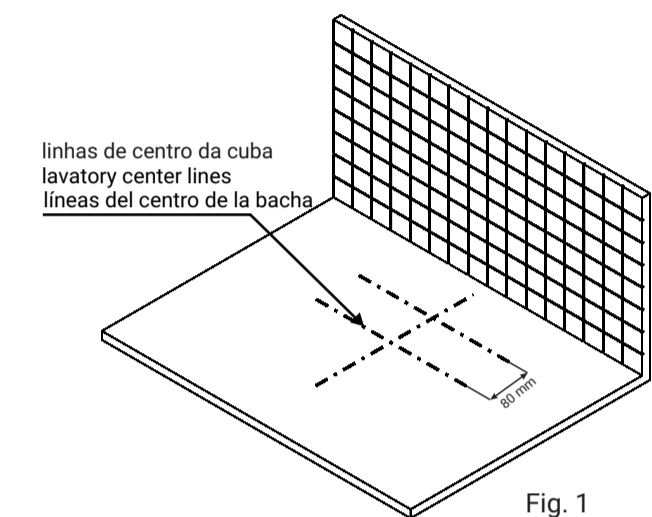

Fig. 1
- Colocar a cuba sobre o tampo, posicioná-la no local desejado p/ instalação, levando em consideração as dimensões da torneira e sifão que serão utilizados. Traçar no tampo uma linha de centro, no sentido longitudinal e no sentido transversal e traçar a linha de corte do tampo paralela a linha de centro a 80mm (conforme fig. 1).
Place the sink on the top of the basin cabinet; put it in the desired position for installation, taking into consideration the distances of the tap and the syphon that will be used. Draw a line to the centerline of the sink and further up to the cabinet top and trace the cutting line of the worktop parallel to the center line at 80mm (according to fig. 1).
Coloque la cuba encima de la tapa, ubicándola en la posición deseada para instalar, llevando en cuenta las dimensiones del grifo y sifón que se utilizarán. Marque una línea en el centro de la cuba y aléguela hasta la tapa y trazara la línea de corte de la encimera paralela a la línea central a 80 mm(según fig.1.)